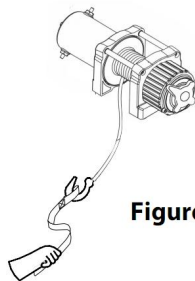

Figure 2
38. **UTILISEZ TOUJOURS LE PROTECTEUR DE MAIN** lorsque vous guidez le câble métallique vers l'intérieur ou vers l'extérieur (voir la figure 2).